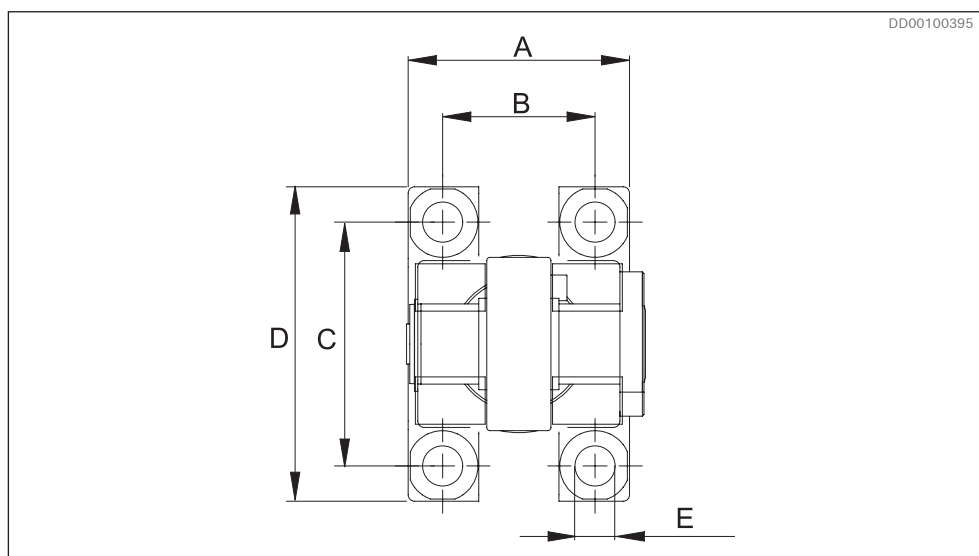

Fig. 29: Patrón de perforación conexión articulada y cilindro hidráulico para DTCB
2. Patrón de perforación y medidas para fijar en el suelo ver Fig. 29 y Tabla 11.